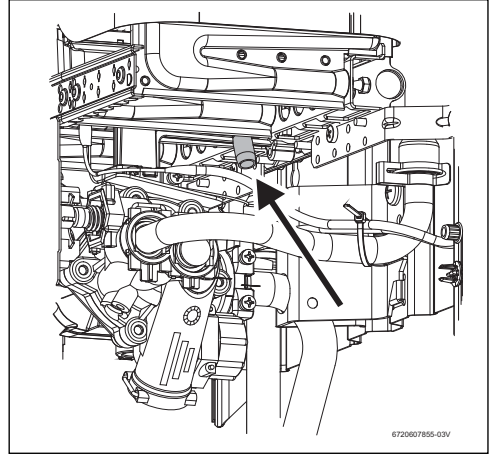

Fig. 12 Vis de pression
- Dévisser la vis de pression (fig. 12).